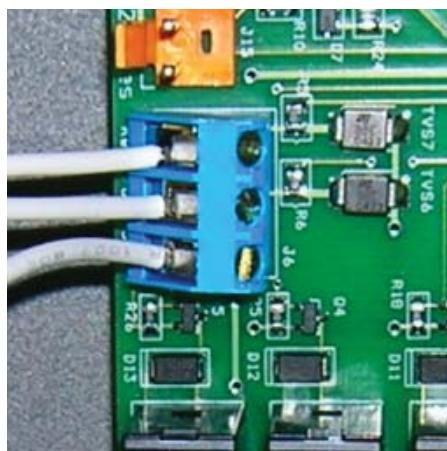

Figura 16a. Conexión Pool-Off-Spa remota
4. Conecte el cableado desde el sistema de control piscina/spa hasta la terminal de control remota de la bomba de calor (véase Figura 16a).